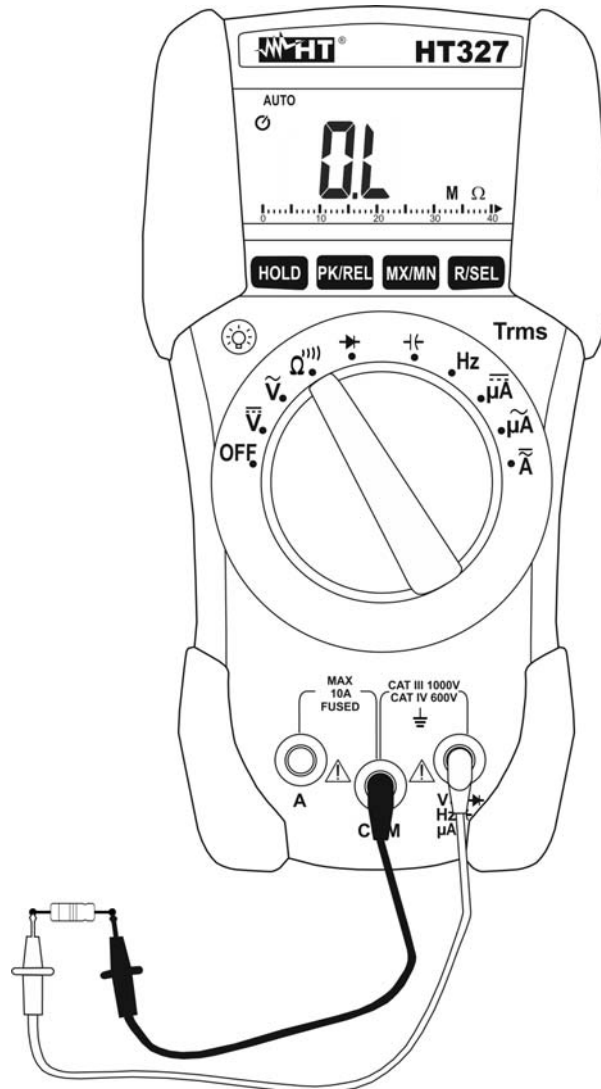

Fig. 6: Uso dello strumento per misura di Resistenza
3. Posizionare i puntali nei punti desiderati del circuito in esame (vedere Fig. 6). Il valore della resistenza è visualizzato a display